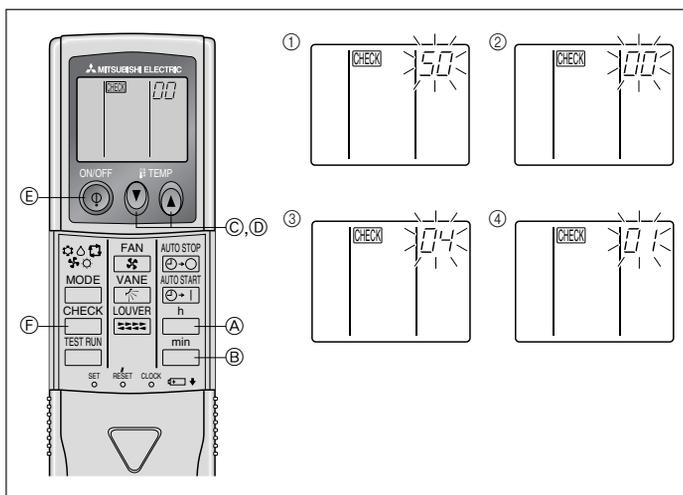

Fig. 6-9
⑧ Prima o botão MODE (E) e o modo e o número de definição (I) e (II) alteram para continuamente ligados e o conteúdo da definição pode ser confirmado.
⑨ Pressione as teclas FILTER (A) e TEST RUN (B) simultaneamente por pelo menos dois segundos. O ecrã de selecção da função desaparecerá momentaneamente e a indicação do codificador de ar desligado (OFF) irá aparecer.
2) Para controlo remoto sem fio (Fig. 6-9)